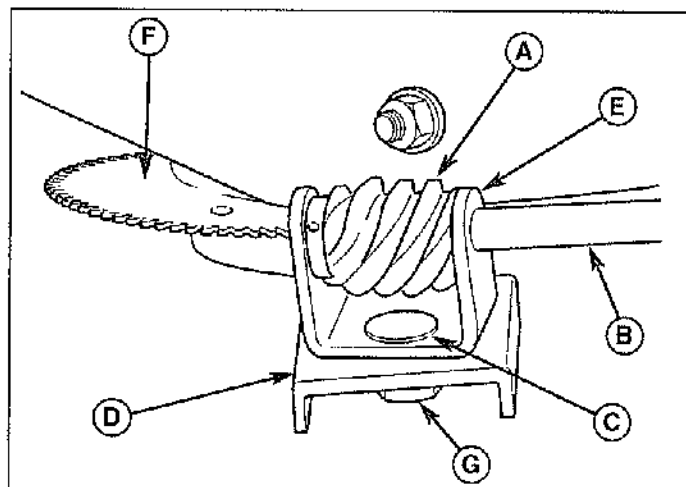

Figure 17. Commande d'éjection
Si la manche d'éjection est difficile à actionner, lubrifier d'abord le pignon d'attaque (A, Figure 17) et la couronne (F). Si elle est toujours difficile à actionner, effectuer le réglage suivant :
1. Desserrer l'écrou (G, Figure 17) qui maintient l'étrier du pignon d'attaque dans le trou oblong.